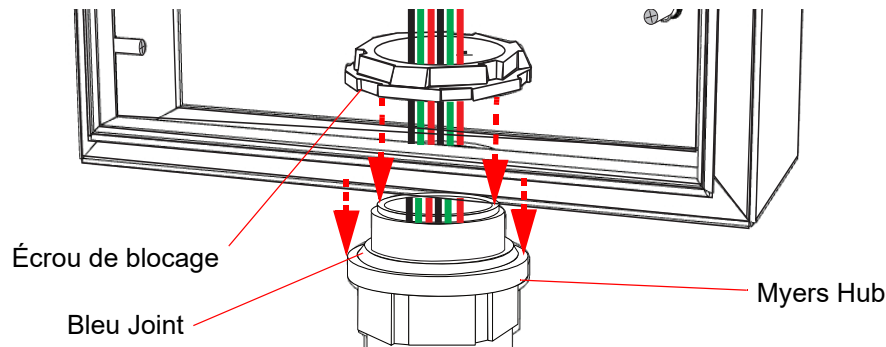

Figure 12. Attaching the WattZilla Enclosure Onto the Pole
17. Abaisser l'enceinte WattZilla sur le dessus du moyeu Myers (Figure 12).